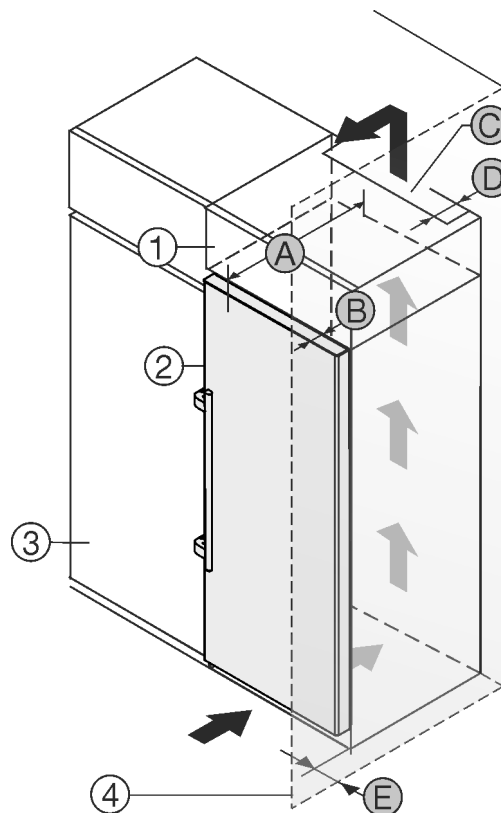

Fig. 1
- (1) Rehausse
- (2) Appareil
- (3) Placard de cuisine
- (4) Mur
- (A) Profondeur de l'appareil
- (B) Profondeur de porte
- (C) Section de ventilation
- (D) Distance du dos de l'appareil
- (E) Distance par rapport au côté de l'appareil
Vous pouvez placer le réfrigérateur directement à côté de l'armoire de cuisine Fig. 1 (3).
Une sortie d'air avec la profondeur Fig. 1 (D) doit être présente au dos de la rehausse sur toute sa largeur.
La section de ventilation Fig. 1 (C) sous plafond doit être respectée.
Si le réfrigérateur est installé avec les charnières près d'une paroi *Fig. 1 (4)*, la distance entre le réfrigérateur et la paroi doit être d'au moins 57 mm. Cela correspond au dépassement de la poignée lorsque la porte est ouverte.
Pour pouvoir ouvrir complètement les portes, le réfrigérateur doit dépasser de la profondeur de la porte *Fig. 1 (B)* par rapport à la façade du placard. L'appareil peut déborder encore plus en fonction de la profondeur des placards *Fig. 1 (3)* et de l'utilisation de cales d'épaisseur.